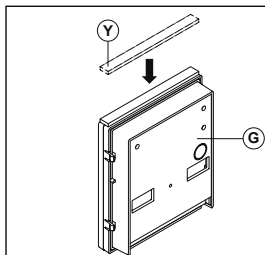

Fig. 9
Applicare la guarnizione adesiva (Y) come mostrato in **Fig. 9**.